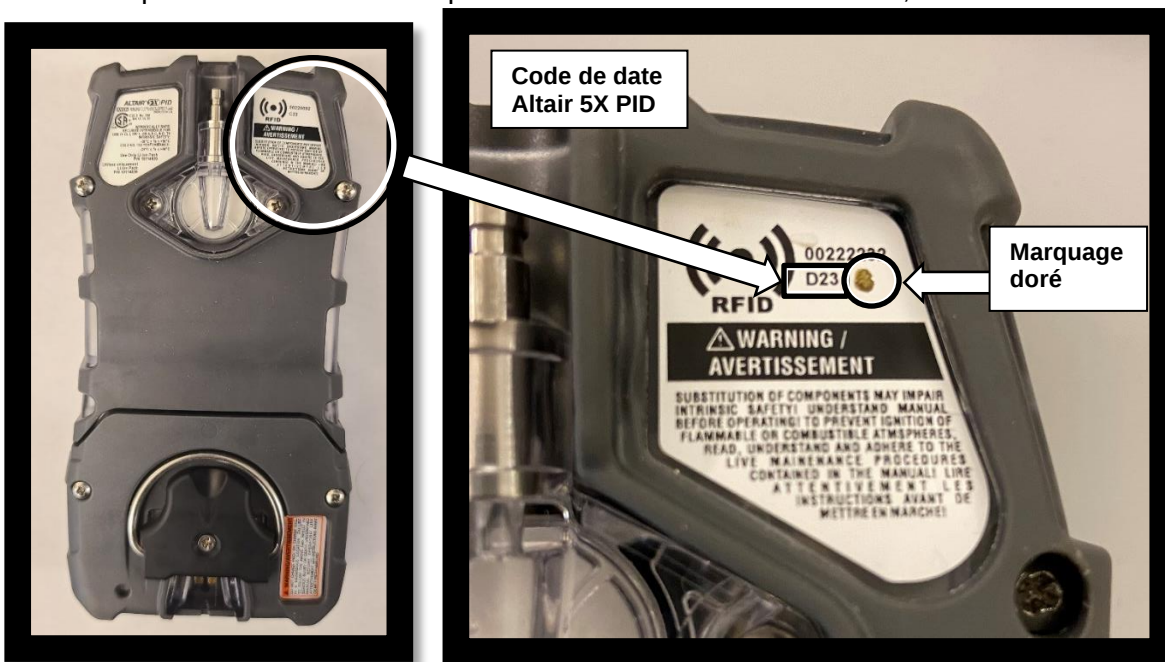

Figure 2 : Identification du code de date de l'Altair 5X PID
2. Pour trouver le code de date de l'Altair 5X PID, reportez-vous au code de date figurant au dos de l'appareil. (Figure 2)
- a. Si votre équipement Altair porte une marque dorée comme indiqué dans la Figure 2, le produit n'est pas concerné et aucune action n'est nécessaire.